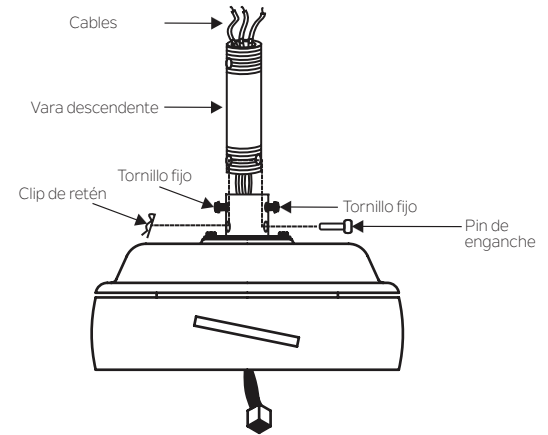

Fig. 8
**Paso 6.** Afloje los dos tornillos fijos y quite el pin de enganche y el clip de retén del acoplamiento arriba del ensamblaje del motor. (Fig. 8)
A continuación, vuelva a colocar el pin de enganche y el clip de retén. Ajuste ambos tornillos fijos. (Fig. 8)